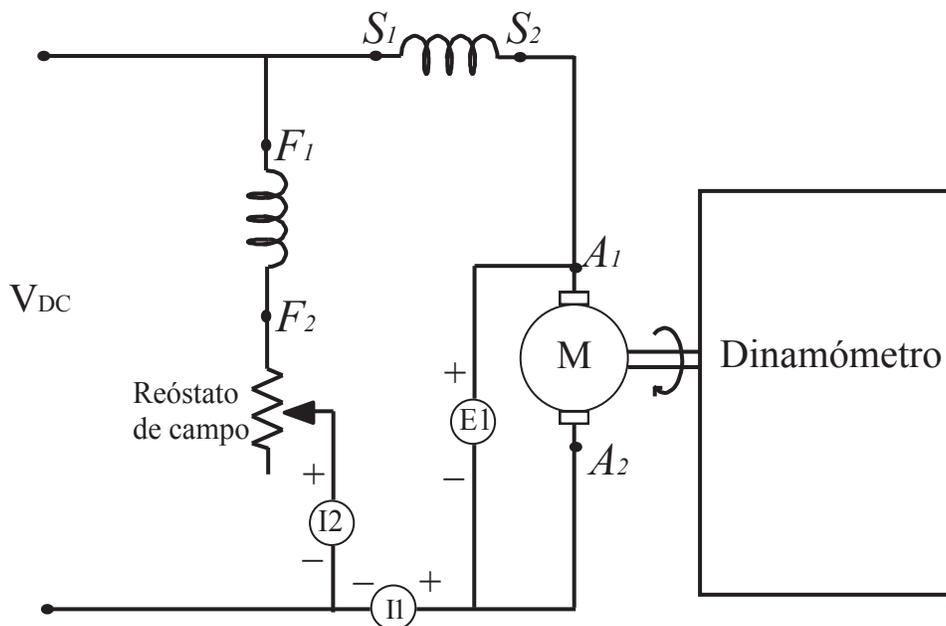

Figura 6: Conexión del motor DC compound
5. Realice el montaje del circuito de la figura 6.